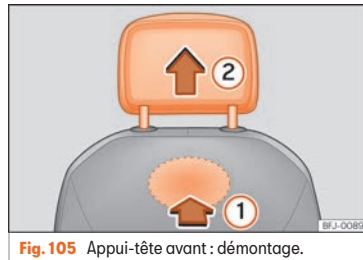

Fig. 105 Appuie-tête avant : démontage.
- Pour le déverrouiller, localiser l'évidement à l'arrière du dossier sur la zone marquée et appuyez dans le sens de la flèche »» fig. 105 ①.
- Retirez l'appuie-tête dans la direction de la flèche ②.